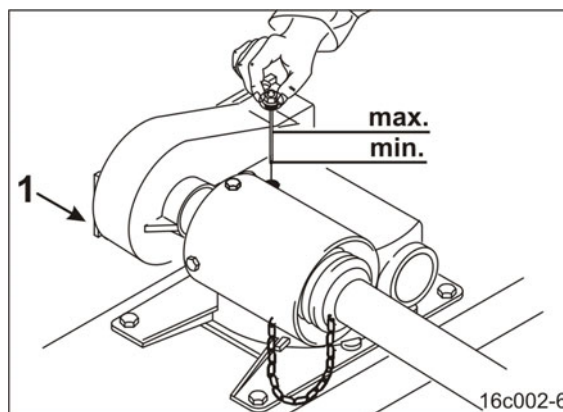

Рис. 178
2. Открутите маслосливную пробку (Рис. 178/1).